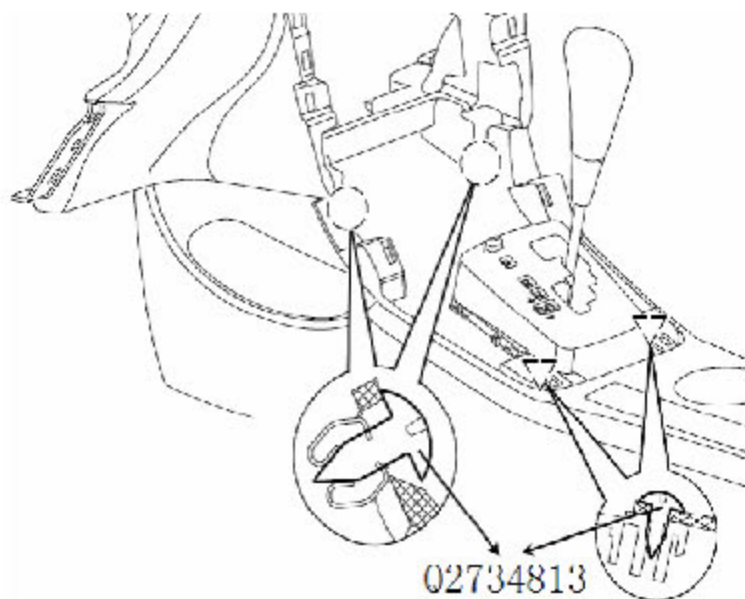

图 6-2-9 副仪表盘固定螺钉的拆卸
4).用十字螺丝刀将固定副仪表本体的四个螺钉(Q2734813A 十字槽大半圆头自攻螺钉)依次松开并取下螺钉。如图 6-2-9 所示：